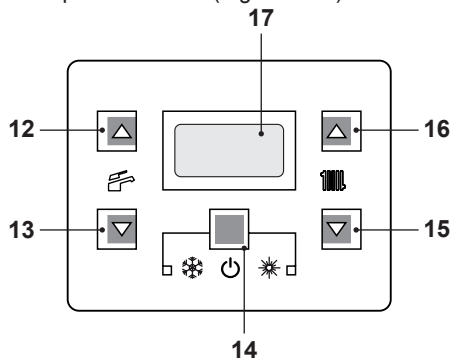
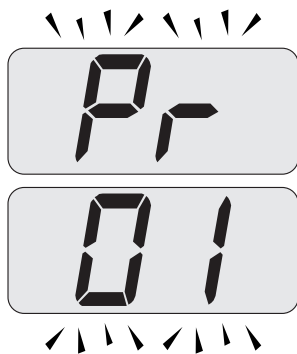
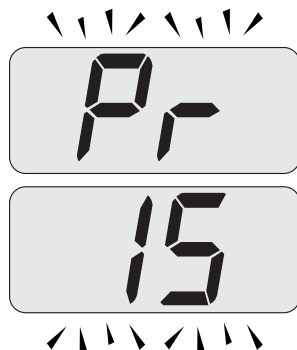

Figura 5.31
Figura 5.32
Figura 5.33
- Entrare in "modalità programmazione" premendo contemporaneamente per 10 secondi i tasti 14 - 15 - 16 (Figura 5.31) fino a far apparire sul display LCD le lettere **Pr** che si alternano con il codice **01**, indicanti l'entrata nel "parametro 01" (Figura 5.32).
- Scorrere i vari parametri utilizzando i tasti 15 o 16 fino a far apparire sul display LCD le lettere **Pr** che si alternano con il codice **15**, indicanti l'entrata nel "parametro 15" (Figura 5.33).
- Premere contemporaneamente i tasti 14 e 16 (Figura 5.31) fino a far apparire sul display LCD il valore del parametro 15 (Figura 5.34).
- Premendo il tasto 14 (Figura 5.31) si ottiene la conferma del valore inserito.
- Premendo contemporaneamente i tasti 14 e 15 (Figura 5.31) si esce senza modificare il valore (ritorno alla lista parametri Figura 5.33)
- Premendo contemporaneamente per 10 secondi i tasti 14 - 15 - 16 (Figura 5.31) si esce dalla "modalità programmazione".
Comunque se la temperatura ambiente non dovesse essere confortevole si può aumentare o diminuire la temperatura di mandata dell'impianto riscaldamento di  $\pm 15^\circ\text{C}$  agendo sui tasti 15 (diminuzione) e 16 (aumento) (Figura 5.31).